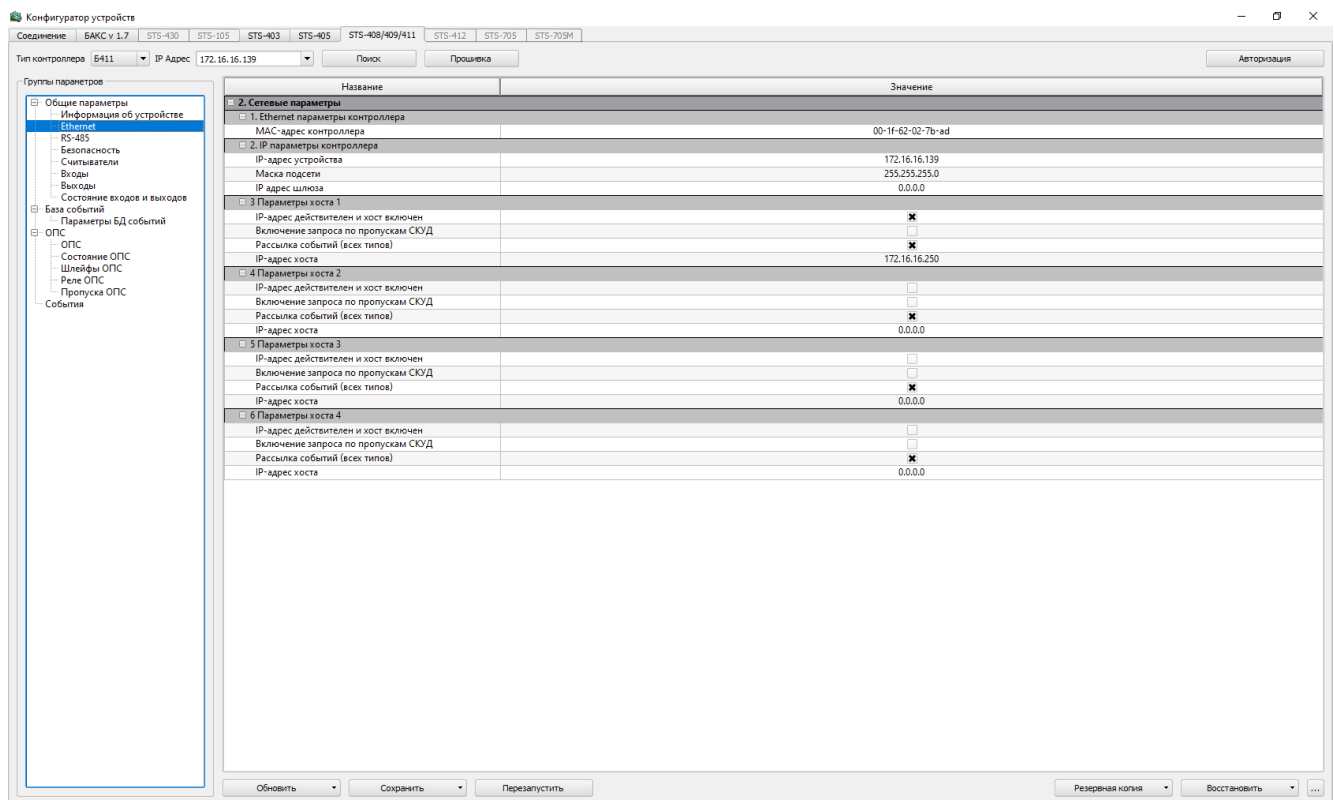

Рисунок 17 – Ethernet
- Ethernet» - здесь отображается MAC-адрес прибора, IP-адрес, параметры хостов (рисунок 17).